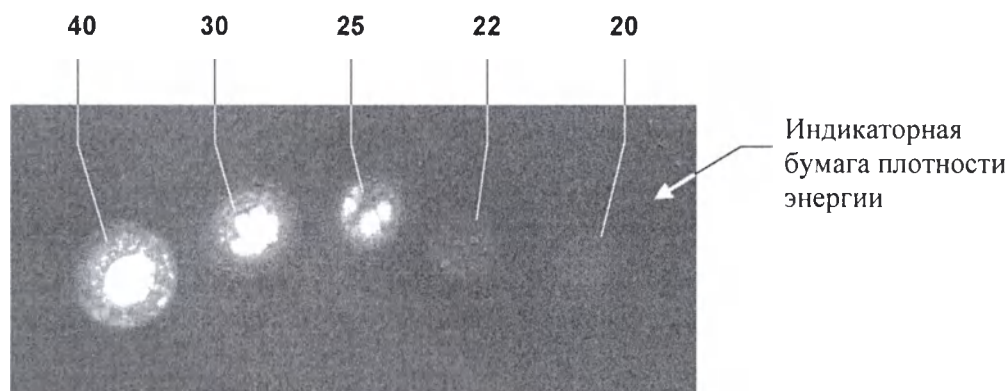

Рисунок 5: Абляции на задней стороне индикаторной бумаги плотности энергии
- Выпустите еще лазерные импульсы, при этом плотность энергии каждого последующего импульса должна быть выше предыдущего (смотрите *рисунок 5: Абляции на задней стороне индикаторной бумаги плотности энергии*).